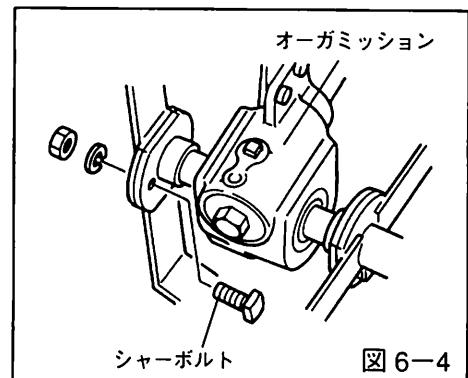

図 6-4
- シャーボルトはオーガミッションの左右のフランジ部に、各1個ずつついています。(図6-4参照)